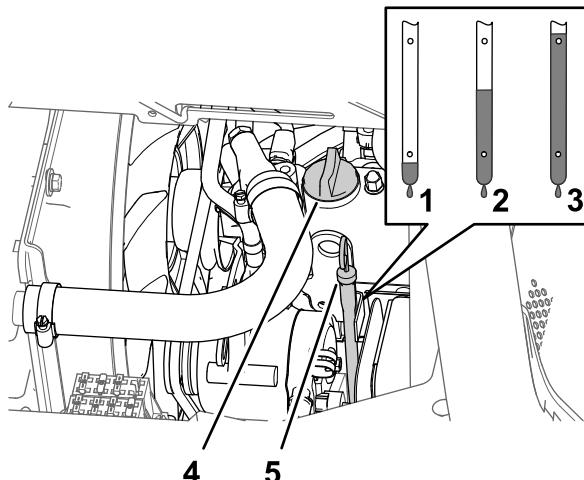

図 75
- エンジンバルブカバー図 75 からオイル補給口のキャップを取り、所要量の約 80% のオイルを入れる。
- ディップスティックの目盛りで油量を点検する 図 75。
- ディップスティックの FULL マークに達するまで補給口から残りのオイルをゆっくりと補給する図 75。
- 補給口にキャップとディップスティックを取り付ける図 75。